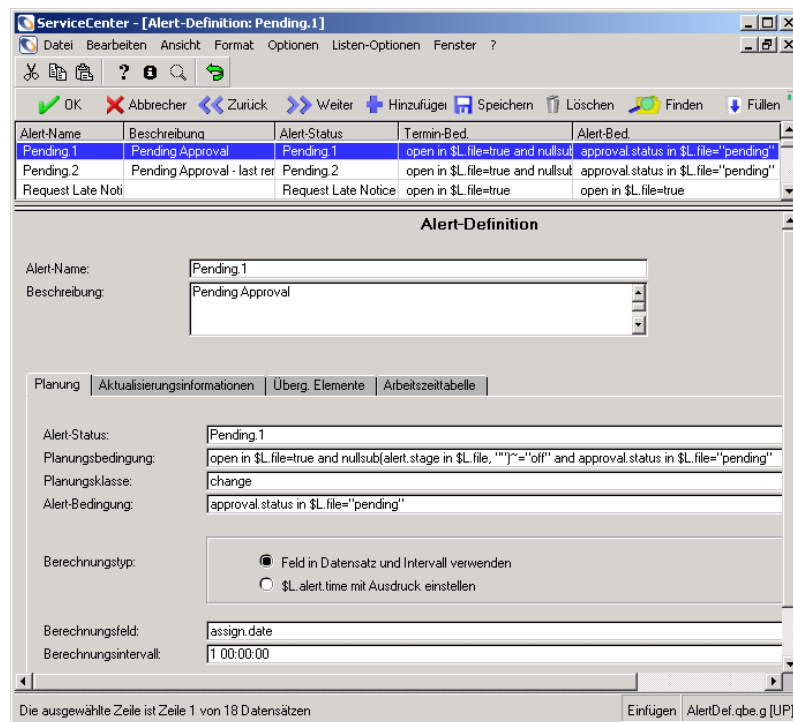

Abbildung 10-76: Liste der Alert-Definitionsdatensätze mit dem ersten Datensatz
- 4 Wählen Sie den anzuzeigenden Datensatz durch Klicken auf den entsprechenden Alert-Namen in der Liste aus. Abbildung 10-76 zeigt den ausgewählten Datensatz.
Das Register **Planung** wird in Abbildung 10-76 auf Seite 502 dargestellt. In der folgenden Tabelle werden die Felder des Registers **Planung** beschrieben.